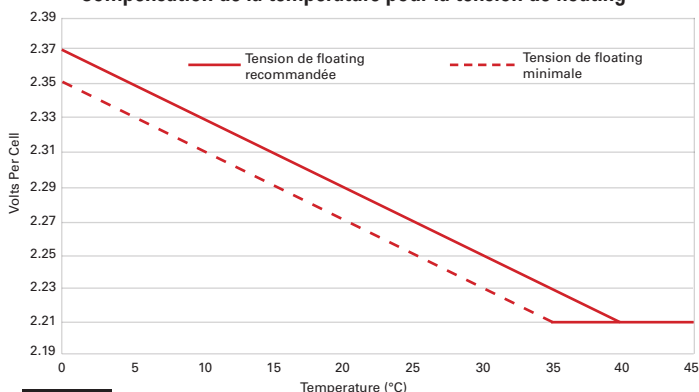

FIGURE 3
- 2,29 V/élément - 4 mV par élément par °C au-dessus de 20°C (voir figure 3 pour plus de détails)